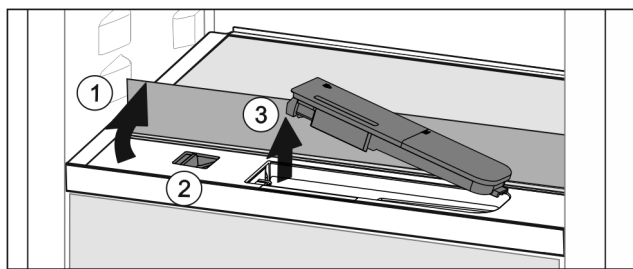

Fig. 87
- Sollevare il ripiano di vetro e ribaltarlo all'indietro fino all'arresto Fig. 87 (1).
- Spostare il cursore Fig. 87 (2) a sinistra.
- Rimuovere il serbatoio dell'acqua Fig. 87 (3).